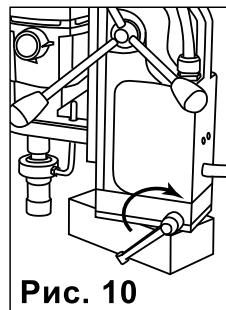

Рис. 10
4. Поверните рукоятку фиксации поворотного основания на магните в обратную сторону (от держателя) до упора; (**Рис. 10**)